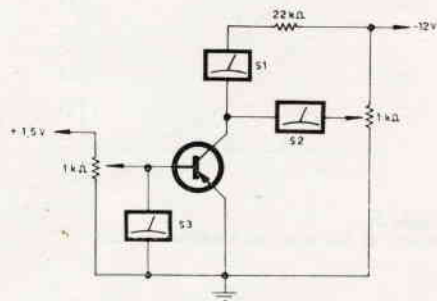
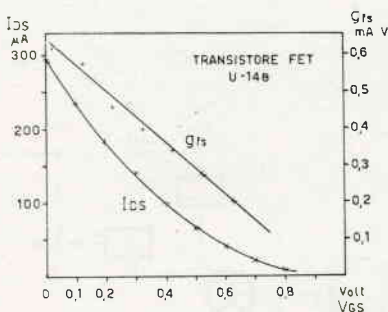

Figura 3
Figura 4 Misura di I_{DS} e g_{fs} in funzione di V_{GS}
Dalla equazione (2-A) riportata in appendice si vede come la trasconduttanza decresce quando la tensione V_{GS} tragate e source diventa sempre più positiva e dalla (1-A) si vede come anche la corrente di drain si comporti allo stesso modo, benché con legge un po' diversa. Ciò si vede anche dal grafico sperimentale di figura 4.
Si vede anche che c'è una notevole dispersione di caratteristiche. Su uno di questi campioni si sono anche misurate le correnti di drain e la trasconduttanza in funzione della tensione di polarizzazione V_{GS} e i risultati ottenuti utilizzando il circuito di figura 3 sono riportati in figura 4.
Ciò si è fatto polarizzando il transistoro alla corrente di deriva zero e inserendo nel circuito di figura 4 un resistore di valore pari a qualche $M\Omega$ in serie al gate.
di deriva zero di valori abbastanza vicini a quelli del transistoro usato nel prototipo o tali da poter comunque dare in questo circuito un guadagno almeno pari ad uno. La corrente di deriva zero si può calcolare dalle misure di I_{DSS} e di V_P tramite l'equazione (3). Però è meglio misurarla direttamente col « metodo del cerino » descritto in precedenza. A quella corrente va poi misurata la trasconduttanza ciò che è molto semplice usando il circuito di figura 4 e va verificata per i valori così trovati la possibilità di avere guadagno almeno pari ad uno con la formula (4).